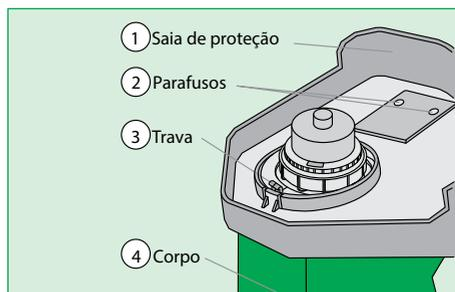
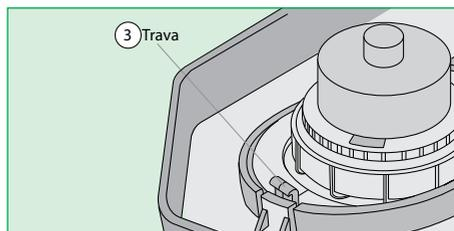

Fig. 1
Fig. 2
- ✓ Você recebe o equipamento montado, exceto a saia de proteção. Ela vem acondicionada junto com o equipamento, na mesma embalagem. Para montá-la, vire o equipamento para cima (Fig. 1).
- ✓ Posicione a saia de proteção conforme o desenho, encaixe-a na trava (3) (Fig. 2), pressione junto ao corpo (4), coloque os parafusos (2) e dê o aperto (Fig. 1).